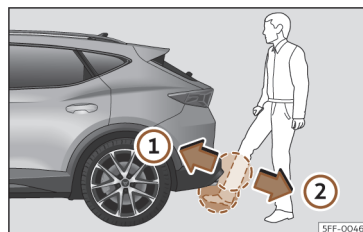

Fig. 78 Porta da bagageira com abertura controlada por sensor (Easy Open)
- Com um movimento rápido, aproxime o pé e a parte inferior da perna o mais possível ao para-choques. A parte inferior da perna tem que aproximar-se da zona do sensor superior, e o pé da zona do sensor inferior >>> **Fig. 78 ①**.
● Retire rapidamente o pé e a parte inferior da perna das zonas dos sensores >>> **Fig. 78 ②**. A porta da bagageira abre-se automaticamente.